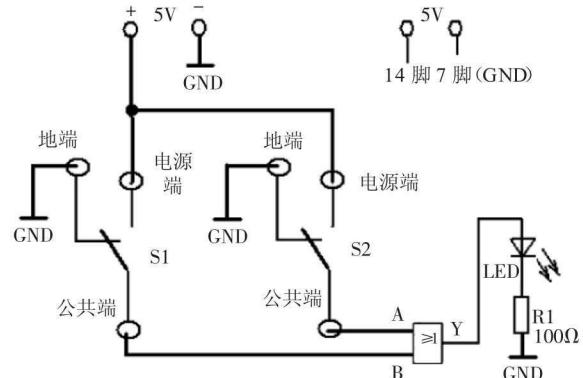

图 1-2-2
① 根据图 1-2-2 要求，从元件柜中，找出所有元器件，并检查元器件的质量。
② 按图 1-2-2 要求，从 74LS32 芯片中任选出一组或门，将 A、B 与开关相连，Y 与发光二极管相连，并把芯片引脚号分别标注在图 1-2-2 的 A、B、Y 上。
③ 按图 1-2-2 接好地线，接通电源线，接好纽子开关(注意纽子开关公共端问题)。
④ 测量：按照表 1 中输入 A、B 的状态，给输入端 A、B 输入高电平或者低电平，观察灯的亮灭。灯亮表示输出为“1”，灯不亮表示输出为“0”，将观察到的实验现象用“0”“1”来表示，填写在表中，同时用万用表测量输出端 Y 的电压值。
① 仿照图 1-2-2，设计测试 74LS04 芯片逻辑功能的实物连线图，并将图画在下面的空白处。